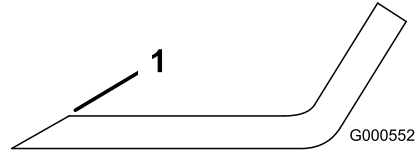

Figure 56
1. Au moyen d'une lime, aiguissez les tranchants aux deux extrémités de la lame (Figure 56).
**Remarque:** Si la lame est déséquilibrée, limez un peu l'extrémité de l'ailette seulement (Figure 56).